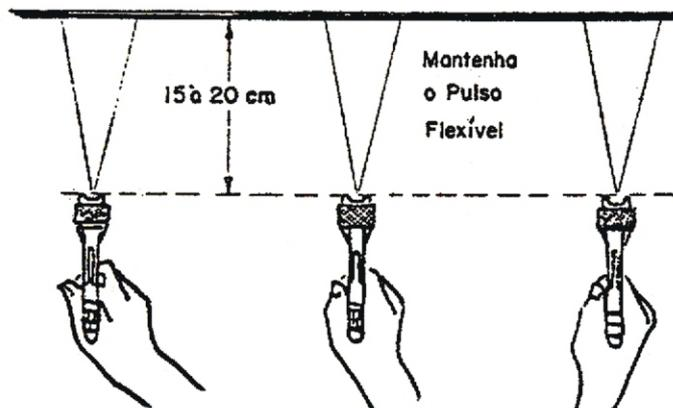

Fig. 3
- 8º passo — *Posicione as peças de maneira a poder acionar a pistola perpendicularmente à superfície (fig. 3).*